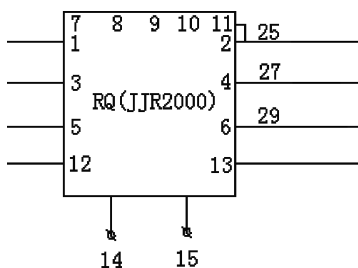
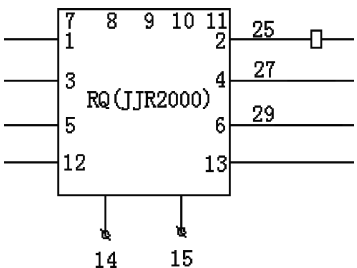

图 15-31 平移矩形
图 15-32 修剪图形
(1) 单击“默认”选项卡“绘图”面板中的“矩形”按钮, 绘制一个长为 4、宽为 7 的矩形。
(2) 在对象捕捉绘图方式下，单击“默认”选项卡“修改”面板中的“移动”按钮, 捕捉矩形的左下角点作为平移基点，以导线接出点 2 为目标点，平移矩形，得到如图 15-31 所示的结果。
(3) 单击“默认”选项卡“修改”面板中的“移动”按钮, 将第 (2) 步平移过来的矩形向下平移 3.5，向右平移 32。
(4) 单击“默认”选项卡“修改”面板中的“修剪”按钮, 以水平直线为剪切边，对小矩形内的直线进行修剪，得到如图 15-32 所示的结果；按照相同的方法在下面相邻的两条直线上插入两个矩形，如图 15-33 所示。